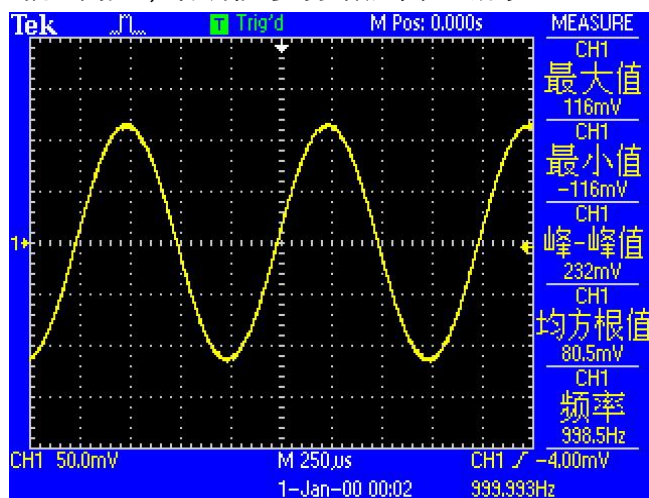

图89. 待测信号参数图
3. 打开函数信号发生器电源，将参数设置为“波形：正弦波”、“幅值：80 mVrms”、“频率：1 kHz”、“输出阻抗：高阻”，待测信号参数如图 89 所示：